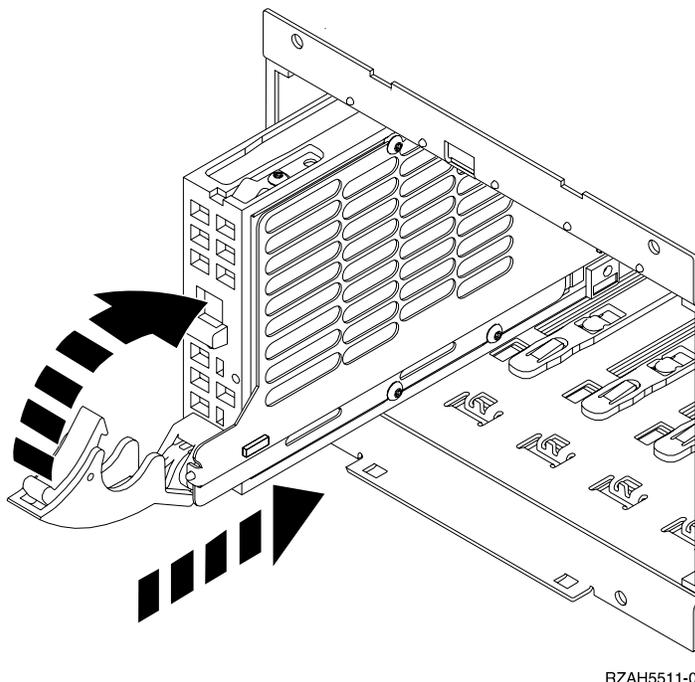

Figure 38. Installation d'une unité de disques
- \_\_ 18. Faites glisser l'unité de disques dans l'unité d'extension jusqu'à ce qu'elle **se bloque**, comme illustré à la figure 38.